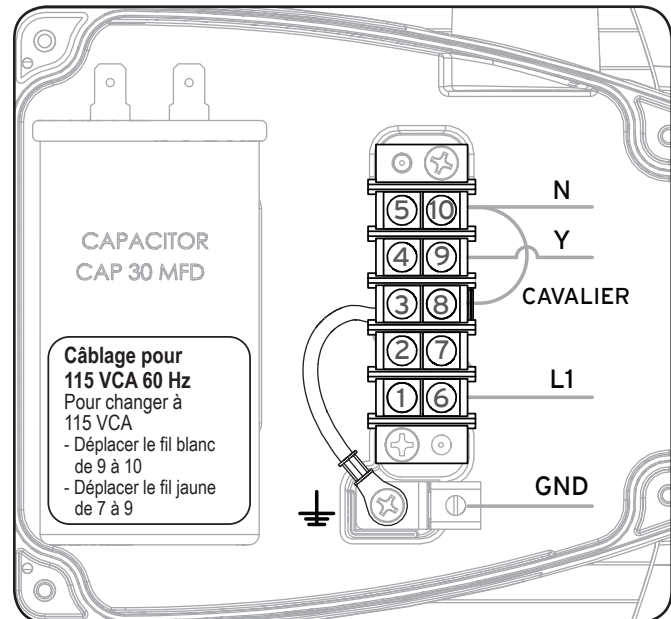

Figure 6. Câblage pour 115 VCA
3. Recâblez le câblage d'usine et câblez l'alimentation conformément à la Figure 6.
4. Fixez le conduit flexible à l'orifice de raccordement de conduit en utilisant un coude de conduit de 1/2 po ou un raccordement de conduit semblable. Voir Figure 6. Veillez à ne pas endommager ou abraser le câblage.